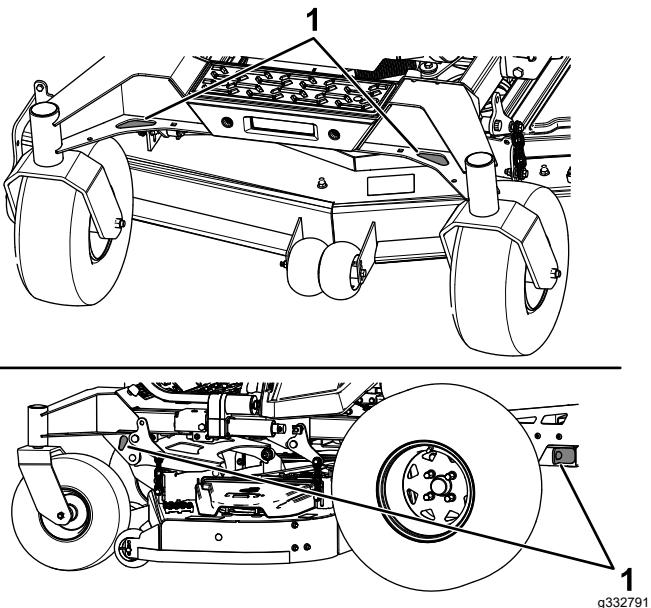

Figura 43
6. Amarre la máquina junto a las ruedas giratorias delanteras y el bastidor trasero con correas, cadenas, cables o cuerdas (Figura 43). Consulte la normativa local respecto a los requisitos de amarre.